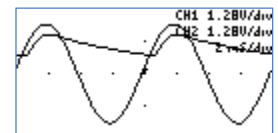

Abbildung 62: Halbwellengleichrichter
- 5) Die Anzeige sollte wie in Abbildung 62 aussehen.